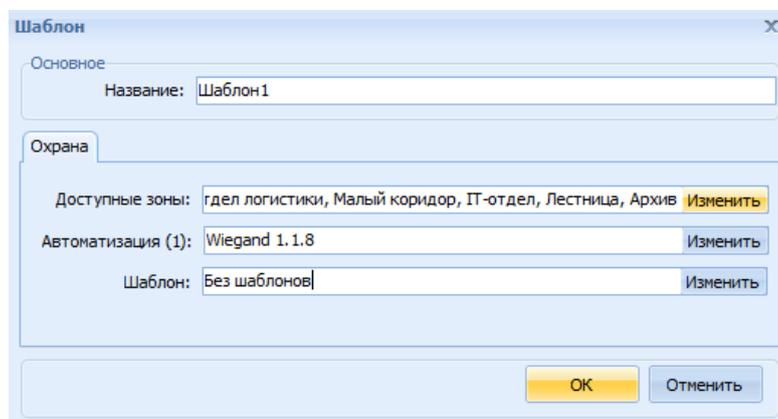

Рис. 21 Окно **Шаблон**
3. В открывшемся окне **Шаблон** заполнить следующие поля (Рис. 21):